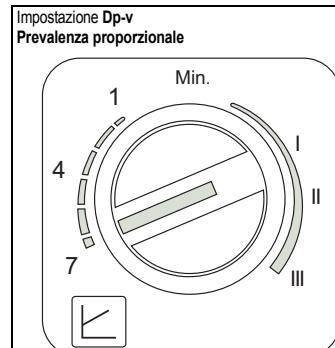

fig. 18
- Impostazione Dp-v Prevalenza Proporzionale (fig. 18)